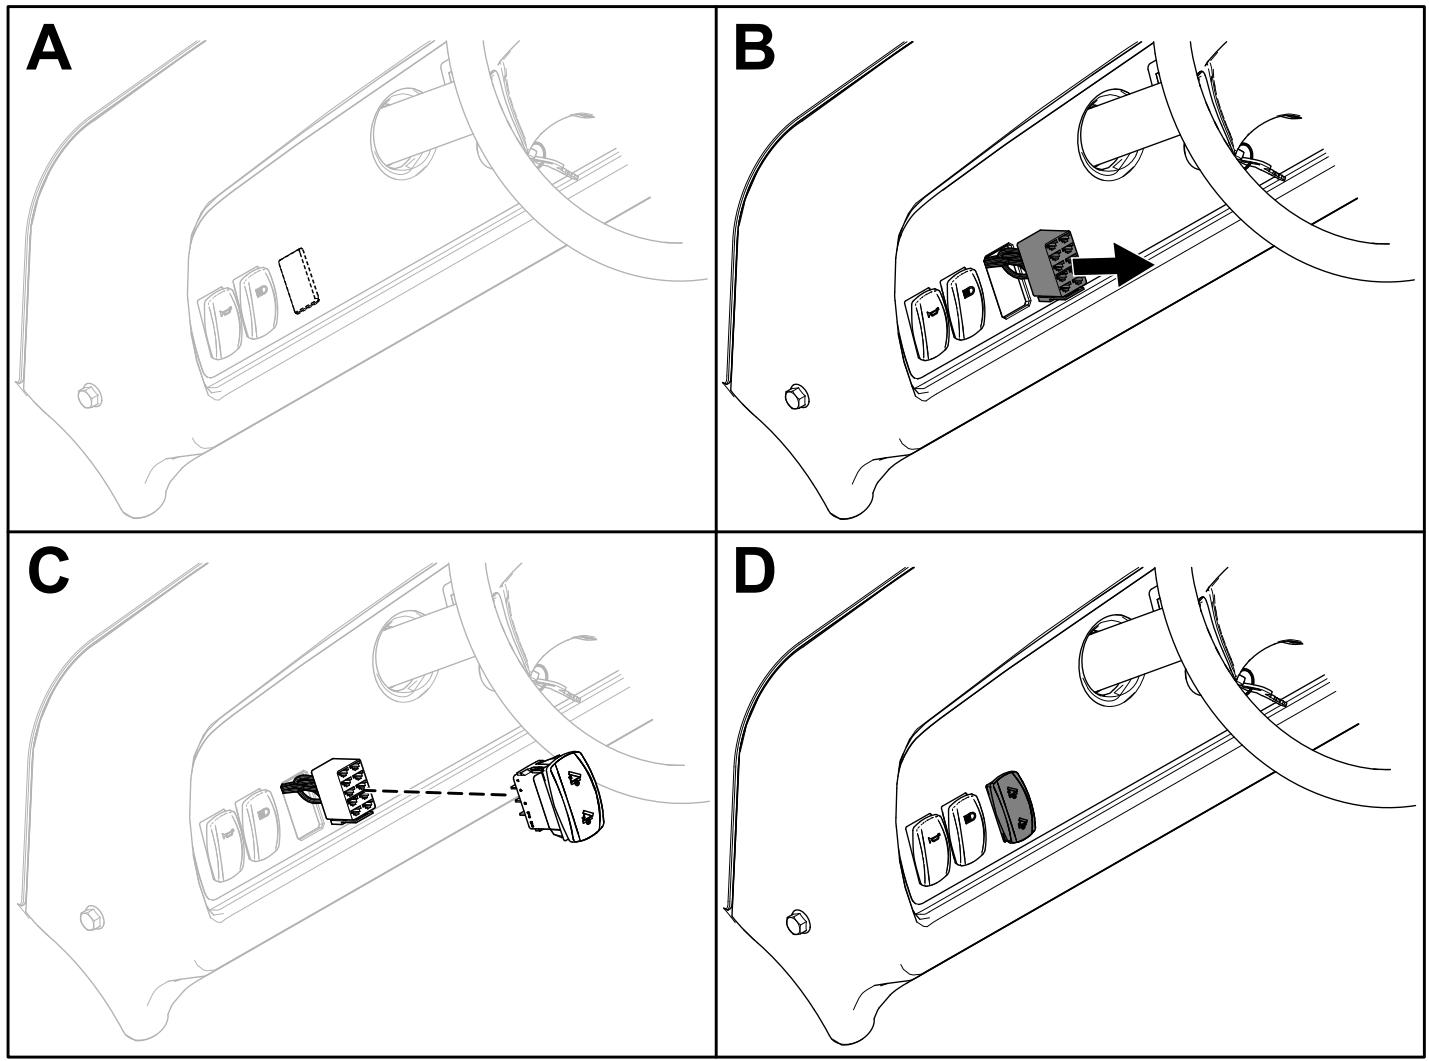

Figura 8
- Premete verso l'alto l'interruttore di sollevamento del pianale per estendere l'attuatore (**Figura 8**).